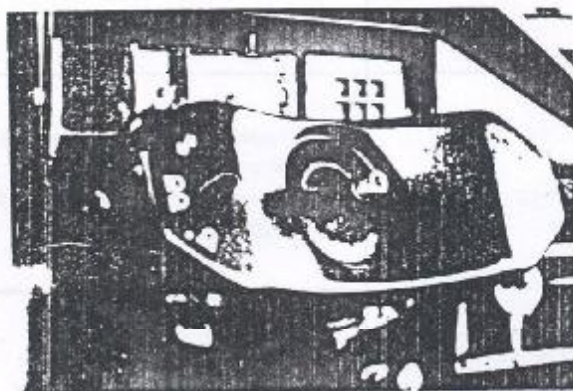

Figura 4.19.1 - Volante removido
3. Remover a porca de fixação do cubo do volante ao eixo da coluna (Figura 4.19.1).